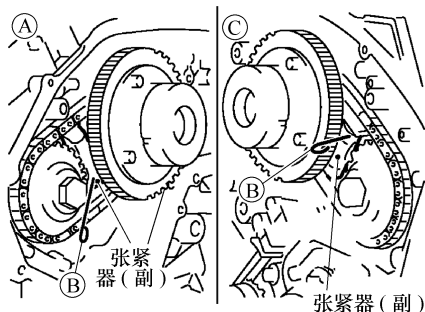

图 3-4 拆下副正时链与凸轮轴链轮
18) 如图 3-4 所示,拆卸正时链条(副)和凸轮轴链轮:
① 在气缸侧体一(A)和气缸侧体二(C)正时链条张紧器(副)上安装合适的定位销(B),如图 3-4 所示。